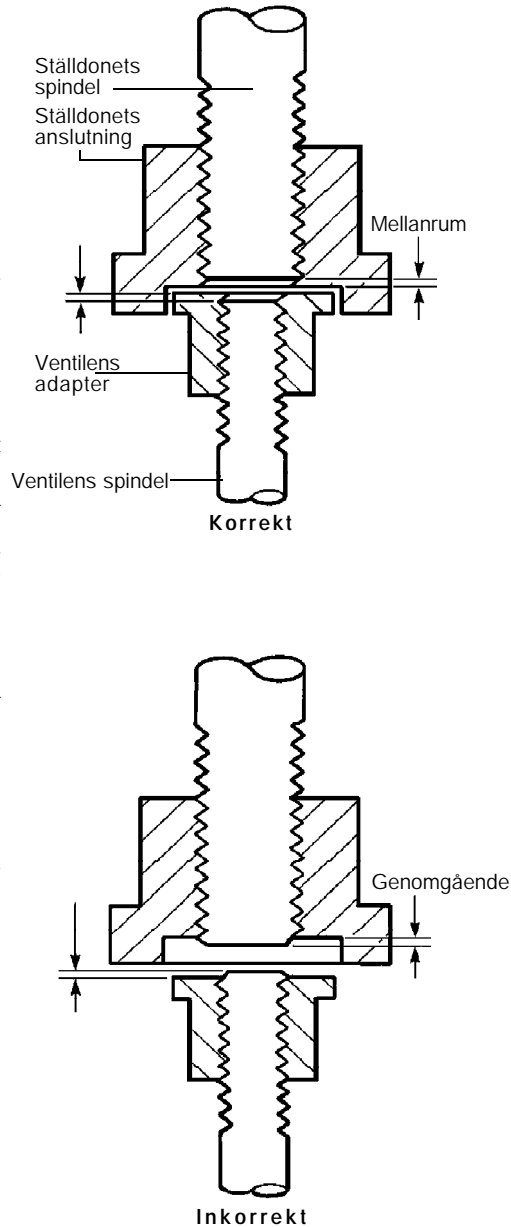

Fig. 3 Sats bestående av ställdonets adapter och ventilsens ställdon
Tillsätt kontrollsignaltrycket som krävs för att börja lyfta ventilkägglan av dess säte. Med ventilkägglan fortfarande på dess säte ska ställdonets anslutning och ventilsens adapter skruvas åt jämnt tills adaptern går emot och trycks tätt emot ställdonets anslutning. Se Fig. 3 för korrekt installation. Sätt fast anti-rotations-plattan/indikator-plattan (4), låsplattan (3) med skruvar på ställdonets anslutning. Dra åt skruvarna. (Se Fig. 4).
Säkerställ att reglerventilen har isolerats och att ställdonets överdel är tryckfri. Lossa på ventiladapters låsmutter. Lossa och avlägsna skruvarna, låsplattan och sätt anti-rotations-/indikatorplattan över ventilens spindel. Lossa på ställdonets anslutnings låsmutter (med två skiftnycklar) medan du håller i ställdonets anslutning med två skiftnycklar. Anslut det styrsignaltryck som krävs för att börja stängningen av ventilens kägla. Säkerställ att ventilkäglan är i öppen position och justera både ställdonets anslutning och ventilens adapter jämnt tills adaptern trycks tätt mot ställdonets anslutning. Se Fig. 3 för korrekt installation.